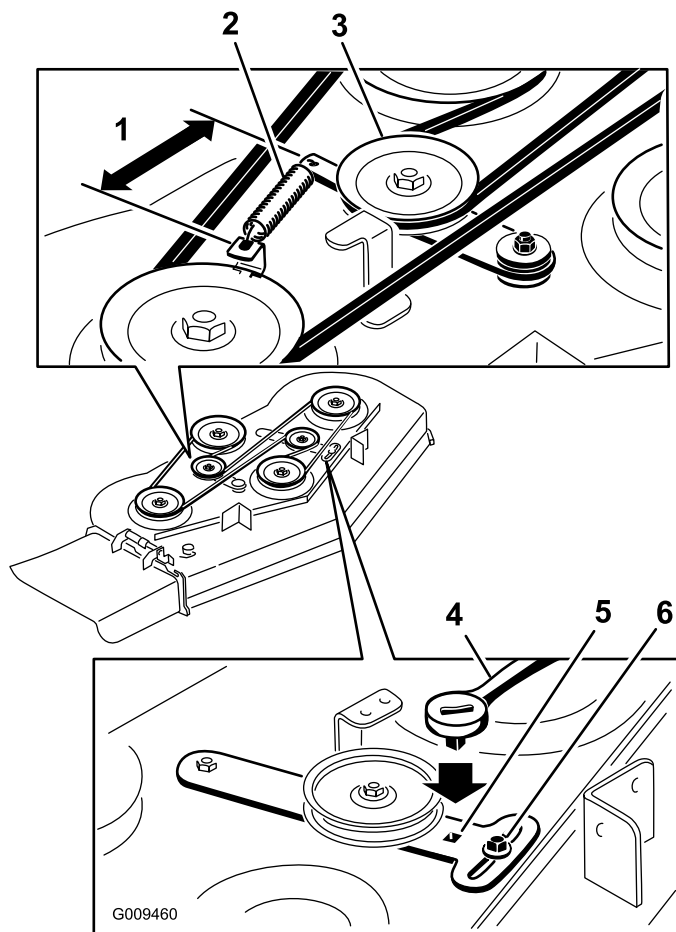

Figura 66
5. Retire la correa usada del cortacésped (Figura 66).
6. Instale la correa nueva del cortacésped alrededor de las poleas de la carcasa y la polea del embrague (Figura 66).
7. Utilizando la llave de carraca en el brazo tensor, apriete la polea tensora hasta que el muelle mida 5-3/4 pulgadas (14,6 cm) de un gancho a otro (Figura 66).